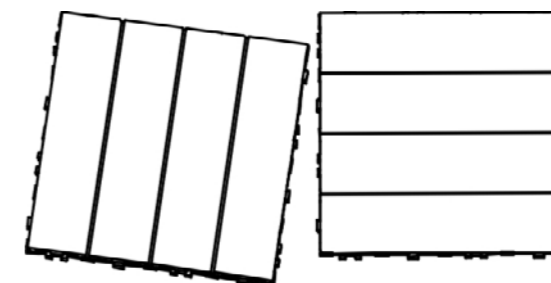

Bild 10
- ③ Fortsätt att dra med den hand som du greppar plattan tills alla kopplingar har lossnat från den intilliggande plattan, se bild 10.